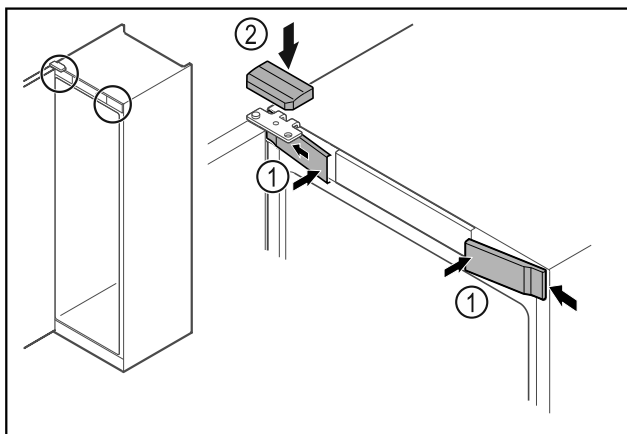

Fig. 67
- Voorste afdekkingen Fig. 67 (1) zijdelings bevestigen en vastklikken.
- Bovenste afdekking Fig. 67 (2) van boven vastklikken.